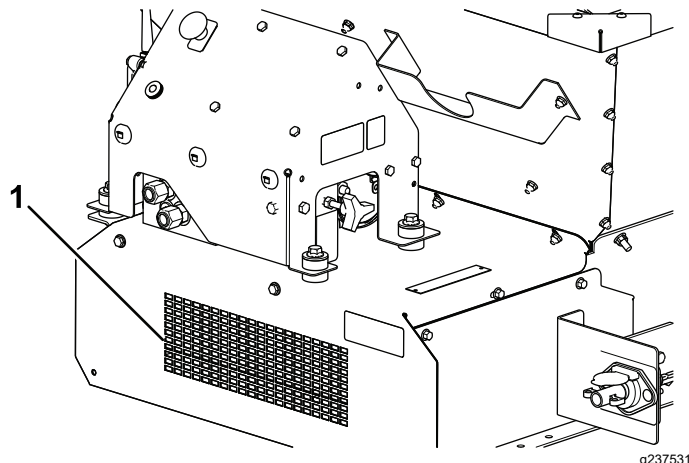
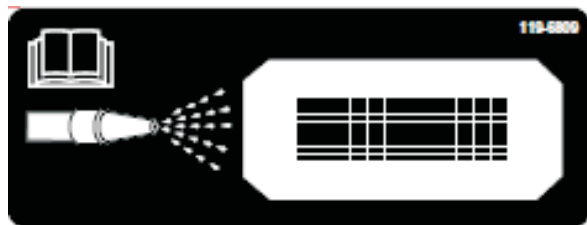

Figura 63
Figura 62
11. Localice la pegatina de limpieza de la parte delantera de la máquina (Figura 62) y, con una manguera de jardín, pulverice a través de la rejilla delantera hasta eliminar cualquier resto de material del suelo interior (Figura 63).